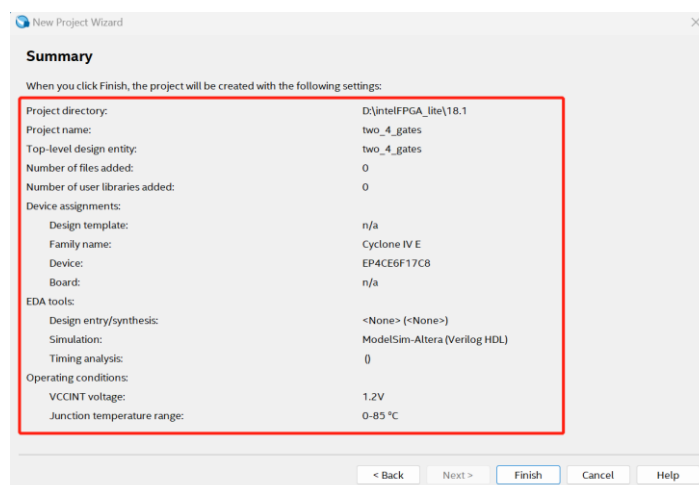

图 1-8 工程信息展示
- 7) 整个工程的信息，如图 1-8 所示，确认无误以后，点击“Finish”。